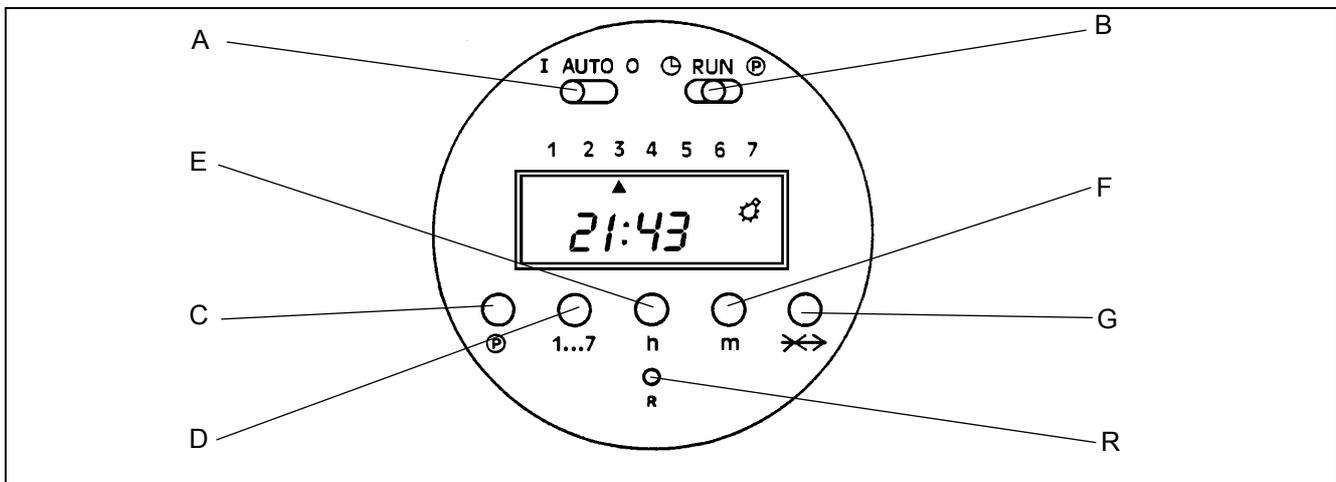

Abb. 32 – ZEITSCHALTUHR
Bei den Modellen 3002, 4002, 5002, u. 8002 sicherstellen daß Schalter A der Zeit-schaltuhr (siehe Abb. 32) auf AUTO steht, falls Gerät auch von Zeitschaltuhr gesteuert werden soll.
Für Modelle mit Zeitschaltuhr (3002, 4002, 5002 u. 8002) kann das Gerät durch Verschieben des Schalters A in Position O kurzzeitig außer Betrieb genommen werden (siehe Abb. 32).
2. Für eine saisonale Abschaltung wird empfohlen das Gerät spannungsfrei zu schalten und die Gasversorgung zu unterbrechen; bei den Modellen 3002, 4002, 5002 u. 8002 wird außerdem empfohlen den Schalter A der Zeitschaltuhr (siehe Abb. 32) auf O zu stellen.
- A) Schalter "B" in Position grammAuswahl (P). Auf der rechten Seite der Anzeige scheinen die Zeichen "1" und "1 und das Lampensymbol (☀) gleichbedeutend mit Einschaltprogramm.
- C) Die Taste (P) drücken (siehe C in Abb. 32). Am rechten Rand der Anzeige erscheint die Zahl 2 ohne das Lampensymbol, gleichbedeutend mit Ausschaltprogramm.
- B) Gleichzeitig (wenigstens 2 Sekunden) Taste  $\text{\textcircled{P}}$  und Taste SKIP drücken (Detail G Abb. 32) und das gewählte Programm wird gelöscht.
- Rechten Schalter in Position "RUN" bringen (Detail B Abb. 32).
- Taste SKIP (Detail G Abb. 32) drücken zum Überspringen der laufenden Programmfunktionen; das Gerät wird mit dem nächsten Programm starten. Diese Funktion wird durch Ihr zugeordnetes Symbol „gelöschte Pfeile“ auf der Anzeige angezeigt (Symbol SKIP).